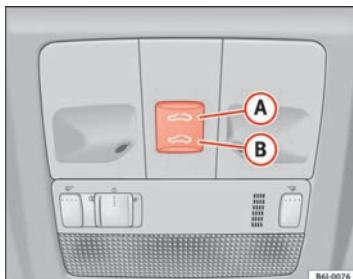

Fig. 52 Techo panorámico / deflector
- Pulse y mantenga pulsado el botón **B** ⇒ fig. 52 ⇒ Δ , el techo realiza el movimiento de cerrado hasta que se suelta el botón.